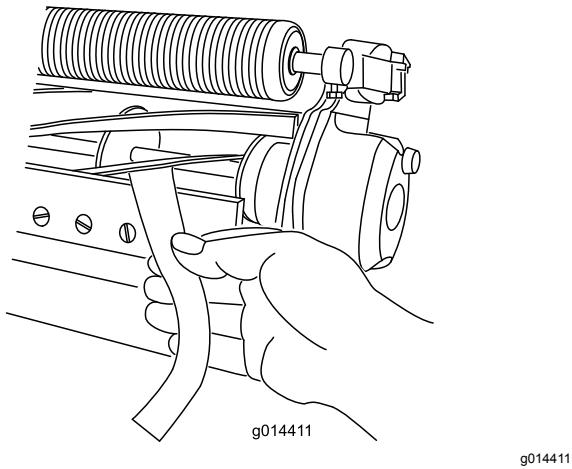

図 5
3. リール前面の左右いずれかの端を選び、リールと下刃の間に長く切った新聞紙片を差し入れる図 5。リールをゆっくり前回転させながら下刃調整ねじを締める新聞紙を入れた側の調整ねじを、目盛りづつゆっくりと。新聞紙を引き抜くのに軽い力が必要な程度でよい。
5. 両側の調整ができたら最終確認を行う紙片をリールの前から差し込んだ時にはさむだけ、下から差し込むと切れるのが正しい調整である図 5。